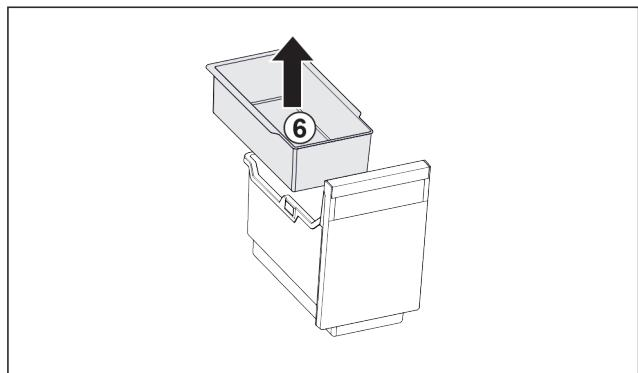

Fig. 30
- Вийняти підвісний лоток Fig. 30 (6).